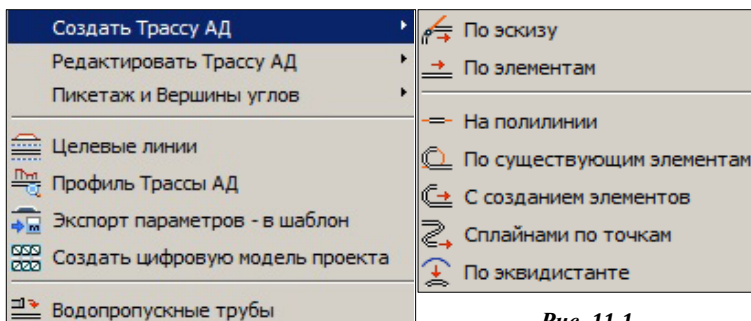
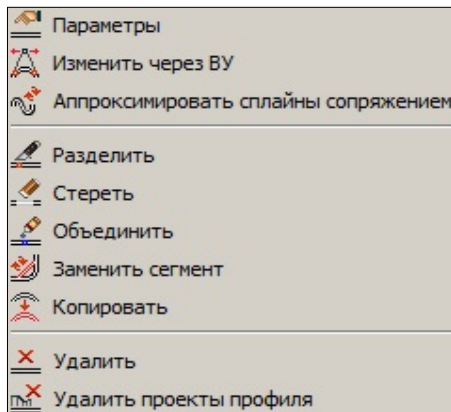

Рис. 11.1
Рис. 11.2
Команды трассирования сгруппированы в меню **Дорога/ Создать Трассу АД** проекта План генеральный (рис. 11.1).
Команды создания трассы АД (рис. 11.1) позволяют выполнять трассирование различными интерактивными способами. Для создания трасс часто используются предварительные построения отдельных геометрических элементов и полилиний (команды меню **Построения**) и команды редактирования трасс (рис. 11.2).
- Создание трассы последовательным построением различных прямо- и криволинейных элементов с одновременным уточнением их геометрических параметров – команды **По элементам** и **С созданием элементов** (рис. 11.1).
- Создание эскиза будущей трассы АД сплайнами с автоматической аппроксимацией линии и вписыванием стандартных закруглений в углы поворота – команда **По эскизу** (рис. 11.1).
Методы редактирования трассы (рис. 11.2) можно условно разделить на редактирование названных выше параметров трассы и редактирование геометрии трассы.